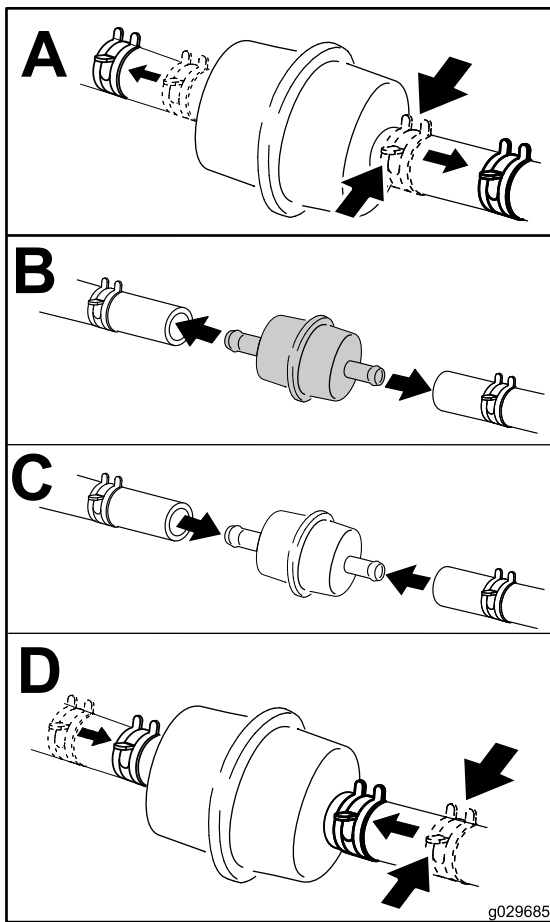

Figura 44
6. Coloque un recipiente limpio debajo del filtro de combustible y cambie el filtro de combustible, como se muestra en la Figura 44.